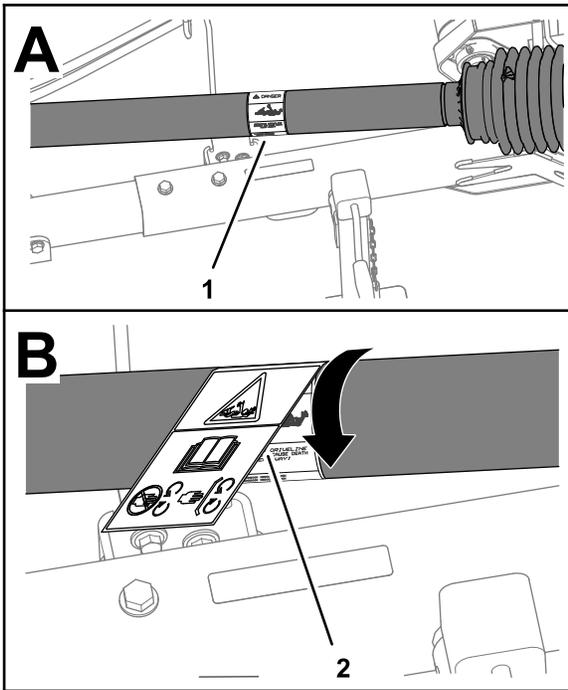

図 3
- 既存の巻き込まれ警告デカルの上からCE 用巻き込まれ警告デカルを貼りつける 図 3。